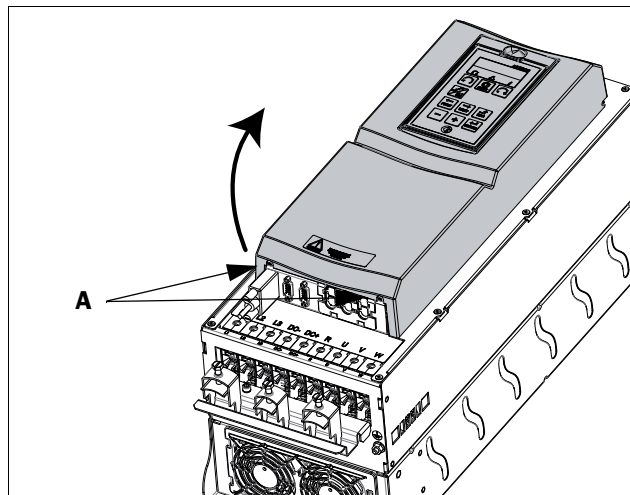

Fig. 35 Rimuovere la copertura anteriore sul formato C2 - F2 e FA2 (disegno schematico).
- Allentare le due viti A (vedere fig. 35) nella parte inferiore della copertura di un paio di giri (non è necessario rimuovere le viti).